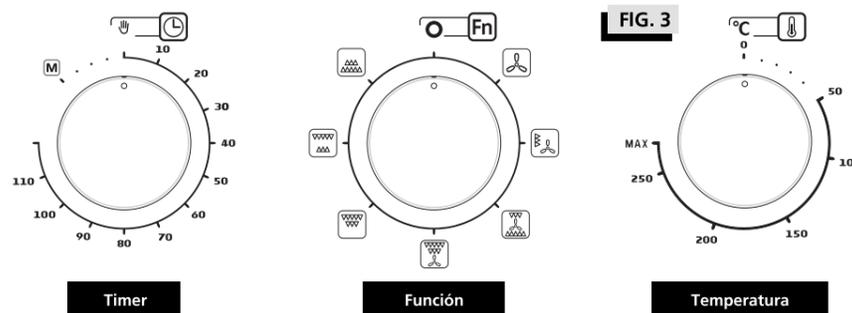

FIG. 3
Todos los modelos pueden utilizarse de dos modos diferentes (fig. 3):
**IMPORTANTE:** Las temperaturas indicadas en el selector de temperatura (fig. 3), aplican exclusivamente para las siguientes funciones de cocción: